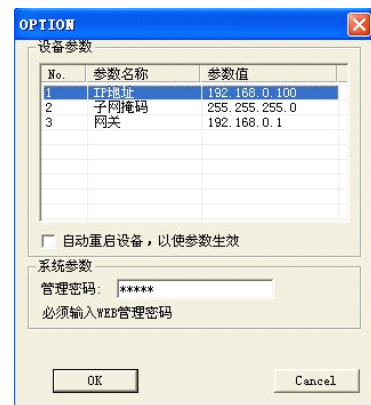

图 2
③ 在列表中选择要进行修改的设备 (出厂默认 IP 为 192.168.0.100), 点击“设置”;或双击要修改的设备。弹出 OPTION 对话框,如图 2 所示: